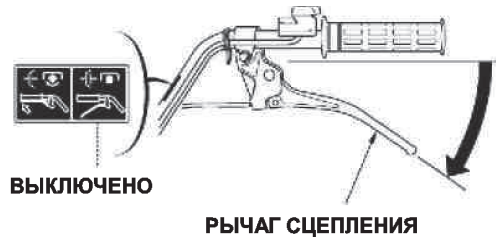

Рис. 15
1. Выключите сцепление, отпустив рычаг сцепления в положение «ВЫКЛЮЧЕНО» (Рис. 15).